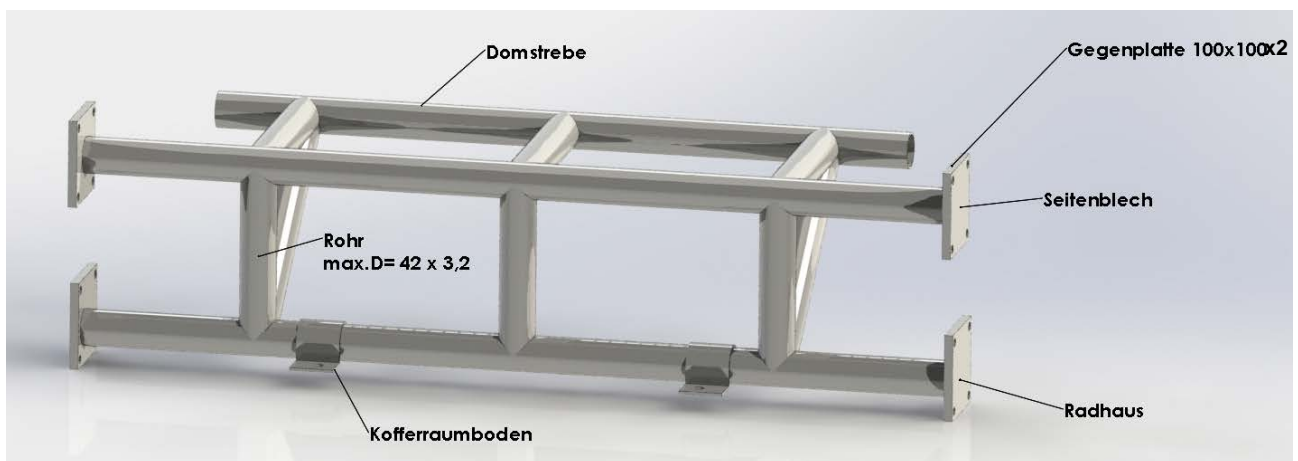

Bild 3
- Das Rohr zwischen den Seitenwänden kann durch 3 Rohre mit der Domstrebe (Rohr max. D=42 x 3,2 mm) und zusätzlich mit 3 weiteren Rohren (Rohr max. D=42 x 3,2 mm), mit dem Rohr auf dem Kofferraumboden verbunden werden. Zur Abstützung der unteren Querstrebe dürfen zwei Rohre diagonal mit der Domstrebe eingesetzt werden (siehe Bild 3).